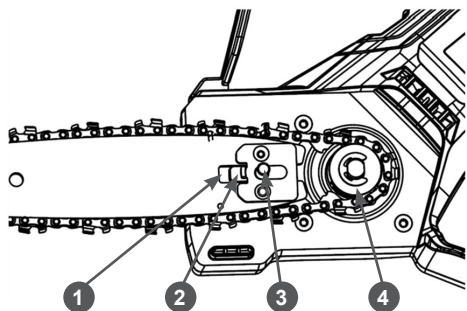

Рис. 10 Установка шины
4. Наденьте пильную цепь на звездочку 4 (Рис. 10), одновременно надев шину на шпильку 3 (совместив отверстие шины и шпильку) так, чтобы продольное отверстие 1 шины совместились с направляющим выступом 2 на корпусе пилы.